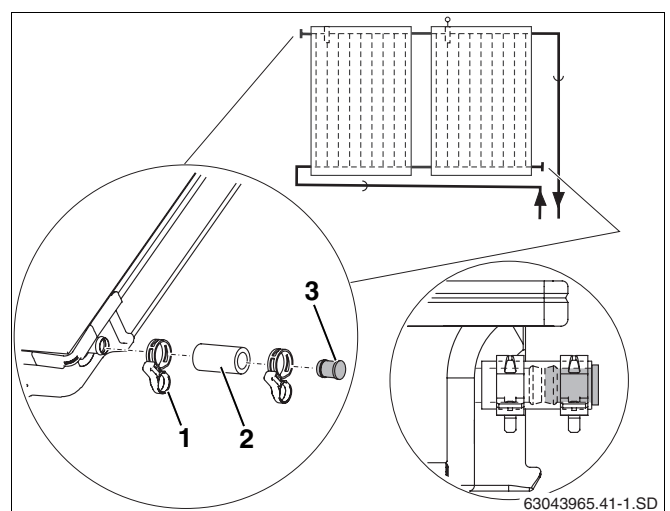

Fig. 43 Montar el tapón ciego y la abrazadera
- ▶ Conectar los tubos solares de 55 mm (fig. 43, **pos. 2**) con los tapones ciegos montados previamente sobre ambas conexiones libres del campo de colectores.